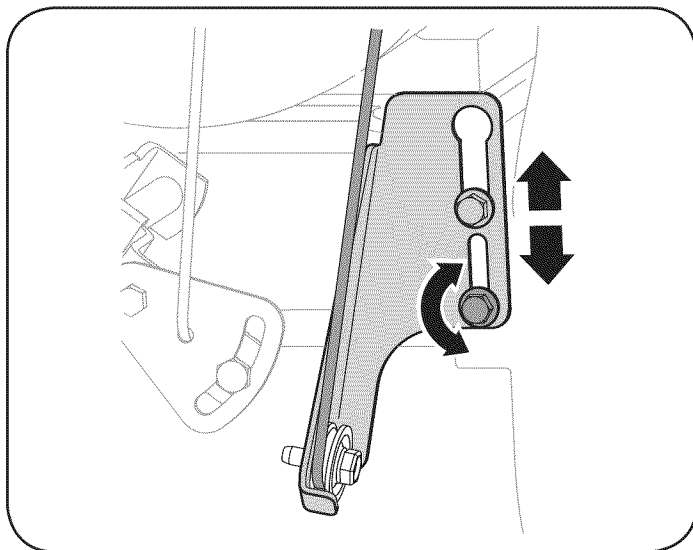

Figura 19
6. Afloje la tuerca hexagonal inferior del soporte del cable de la transmisión. Vea la figura 19.